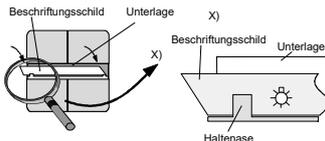

Bild 6
- Piktogramme einlegen (Bild 6)**
- Piktogramm einlegen auf die Unterlage (Bild 6).